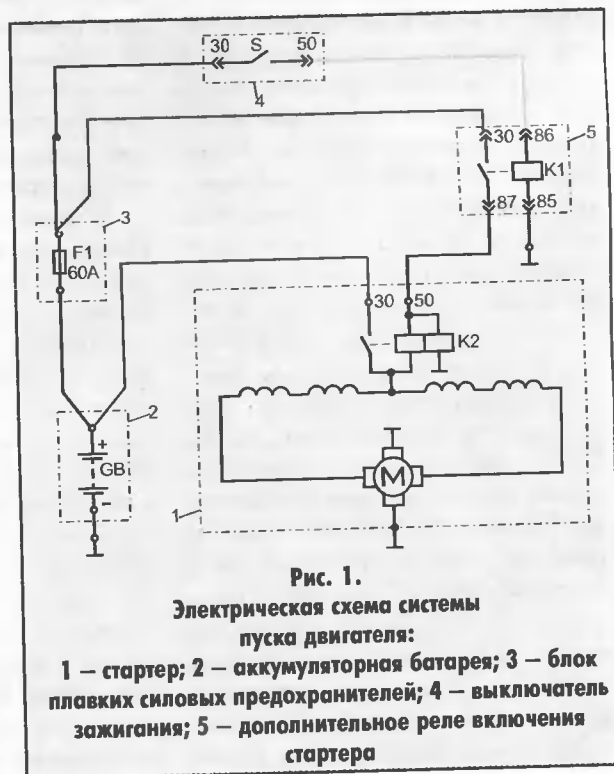

Рис. 1.
- перегрела плавкая вставка на 60 А в блоке 3 (рис. 1);
- оборвана цепь между выводом "+" батареи и выключателем зажигания (см. рис. 1);
Если напряжения на выводе "50" нет, то необходимо проверить выключатель зажигания и электрическую цепь от выключателя зажигания до тягового реле стартера — черный и серый провода — на обрыв (см. рис. 1).
Если зафиксировано напряжение на всех трех штекерах реле, то имеется обрыв в черном проводе, соединяющем дополнительное реле со стартером (см. рис. 1). При отсутствии напряжения на штекере "86" проверяют на обрыв серый провод между дополнительным реле и выключателем зажигания. Для этого измеряют напряжение на штекере "50" выключателя зажигания при кратковременном включении стартера. Наличие напряжения на штекере "50" выключателя зажигания свидетельствует об обрыве серого провода, а отсутствие напряжения — о неисправности выключателя зажигания.
Отсутствие напряжения на штекере "30" дополнительного реле указывает на обрыв фиолетового провода между реле и выводом блока плавких предохранителей (см. рис. 1).